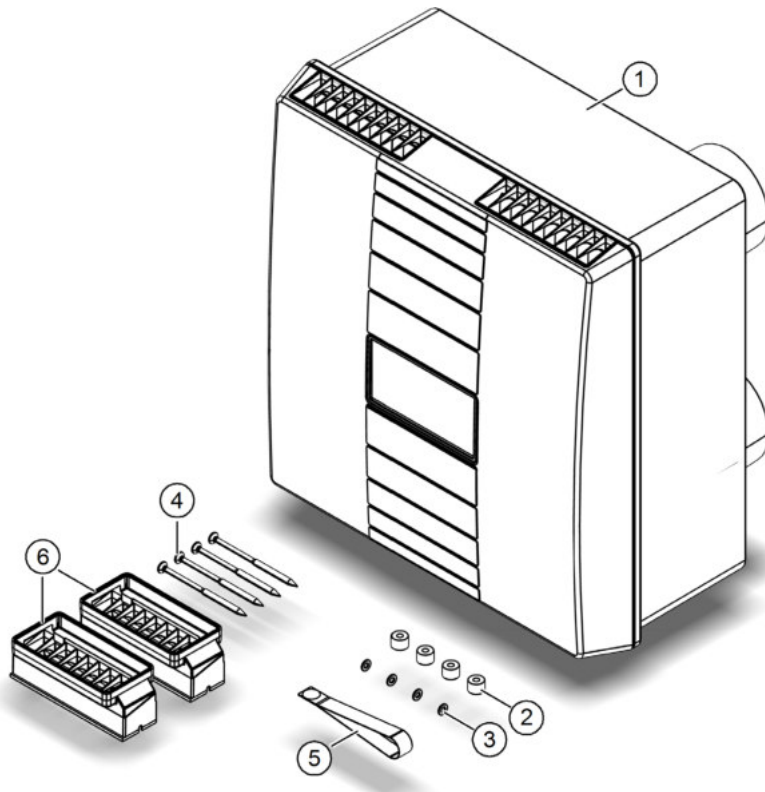

Abb. 3: Lieferumfang von Lüftungsgerät und Adapterkit M-WRG-U2-AK
- ▶ Entnehmen Sie dem Lüftungsgerätesatz die vier Kreuzschlitzschrauben der Größe 5 x 100 mm, die vier Beilagscheiben und die vier Zentrierhilfen (siehe Abb. 3 auf Seite 9).
- ▶ Entnehmen Sie dem Adapterkit das Deckelauszugband (siehe Abb. 3 auf Seite 9).